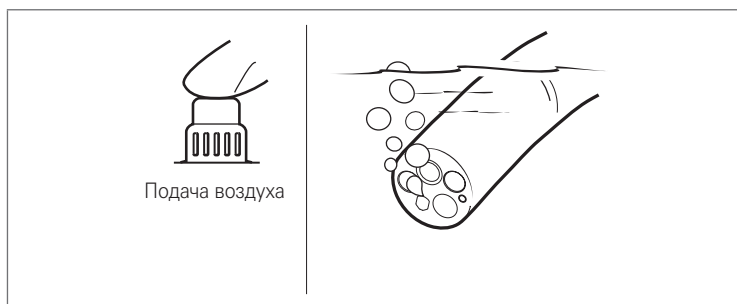

Рис. 4.10
4. Закройте отверстие в верхней части клапана подачи воздуха/воды. Убедитесь, что из дистального конца эндоскопа выходит постоянный поток пузырьков воздуха (рис. 4.10).